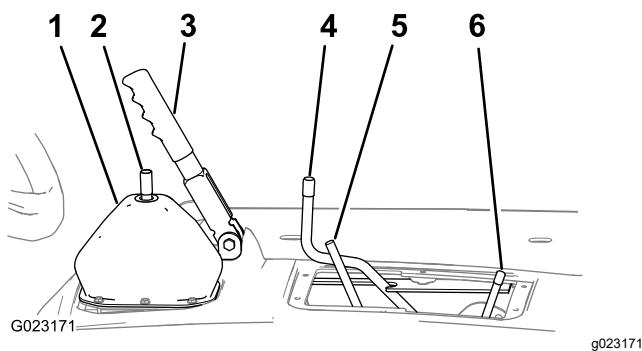

Figura 11
- Mueva la varilla del bloqueo del diferencial hacia adelante y hacia la derecha para bloquearla en la posición de activado (Figura 11).